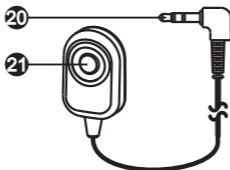

Fig. 23
5. External Mute Switch cable (optional), Fig. 23.